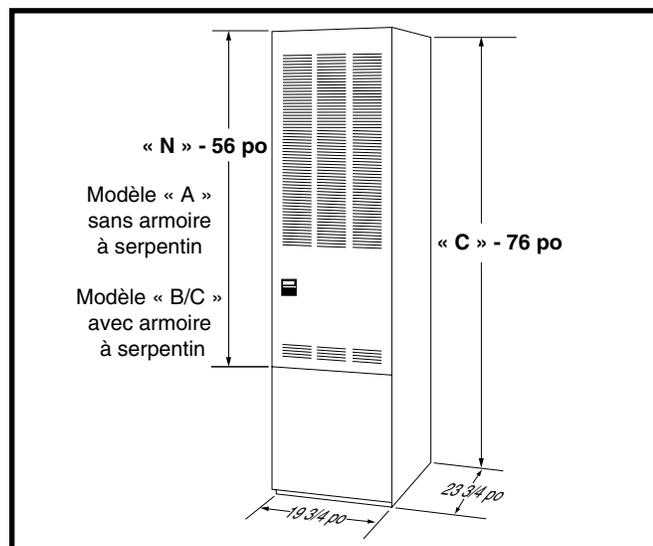

Figure 4. Dimensions totales
- Les dimensions de la pièce ou de l'alcôve doivent convenir à la taille complète des dégagements de la fournaise et de l'installation spécifiés dans le Tableau 1 et dans la Figure 4 (page 6).